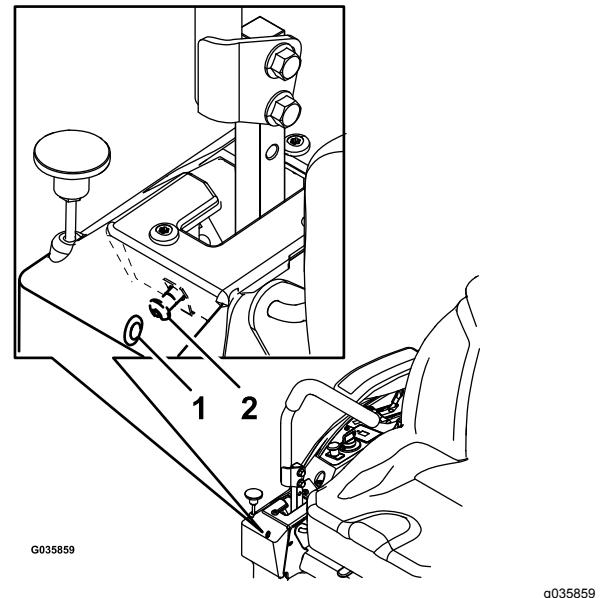

図 58
6. マシンが右にずれる場合は、右前カバーパネルのアクセス穴から  $3/16"$  のレンチを差し込んでトラッキングねじを右または左に回してレバーの動作範囲を調整する図 58
7. マシンが左にずれる場合は、右前カバーパネルのアクセス穴から  $3/16"$  のレンチを差し込んでトラッキングねじを右または左に回してレバーの動作範囲を調整する図 58